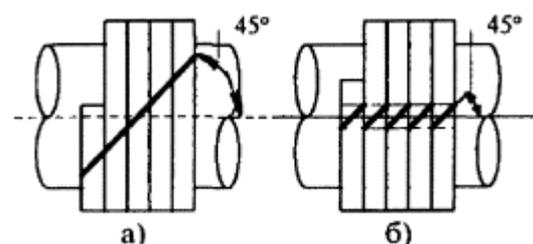

Рис. 3
4.5. Возможно применение намоточного метода нарезки колец. Для этого шнур набивки плотно наматывают на вспомогательную втулку диаметром, равным диаметру вала, и разрезают на кольца. Разрезку выполняют под углом 45° к оси по спирали (рис. 3.а) или по разметке (рис. 3.б)